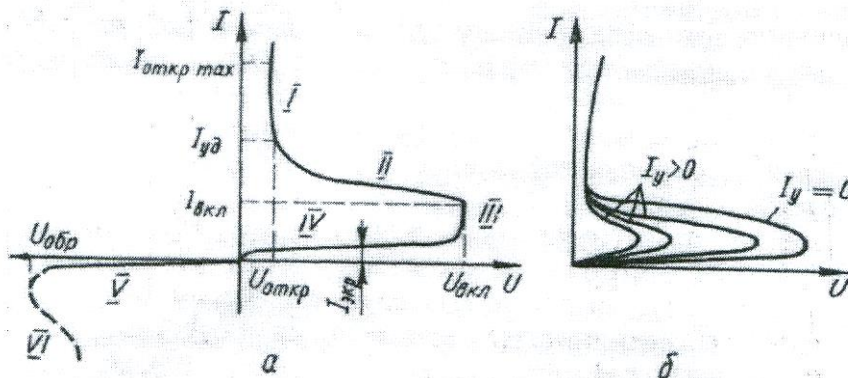

Рисунок 3.1
2. Пояснити вольт-амперні характеристики тиристорів, що приведені на рис.3.1.